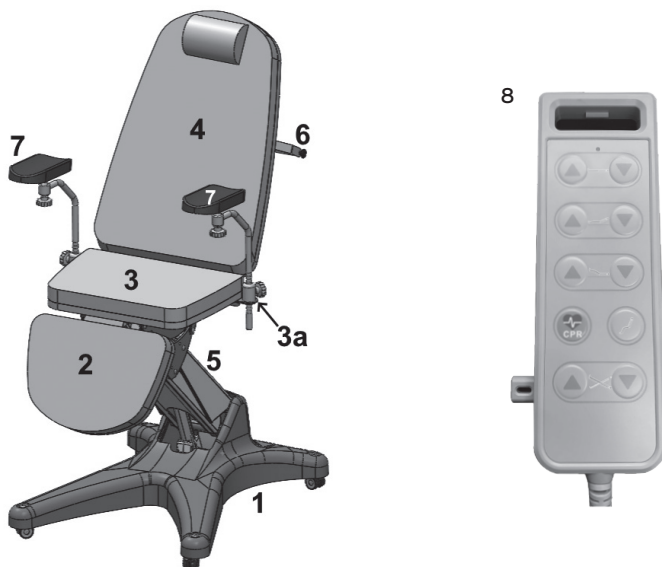

Fig.3
- En el modelo PM140: encastrar los reposabrazos (ref.7 fig.3) en el casquillo de soporte (ref.3a) y regular la altura mediante el pomo